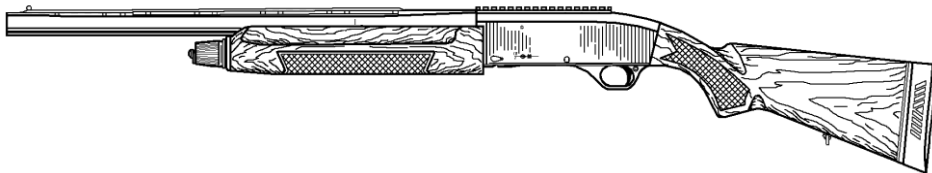

Рисунок 1- Ружье охотничье самозарядное модели «Бекас - авто» калибра 12/76 ВПО-201М.
2.1 Ружье охотничье самозарядное модели «Бекас-авто» калибра 12/76 предназначено для добычи объектов животного мира, отнесенных к объектам охоты, в рамках Постановления Правительства РФ № 18 от 10.01.09 г в условиях от минус 30 до плюс 50°С, кроме районов с влажным тропическим климатом (рис. 1, 2, 3)